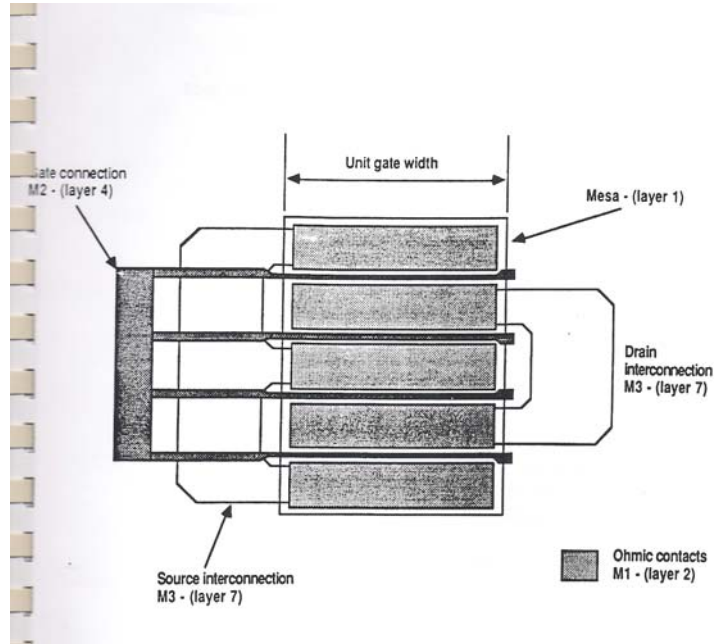

Fig.3. 4 x 75 FET
Structura de bază MESFET este structura cu poartă- π , ca în fig.3. Numarul de benzi ale porții (N) poate fi 1, 2, 4, 6, iar lățimea fiecărei benzi (W) poate varia între $50\mu\text{m}$ și $175\mu\text{m}$, în pași de $1\mu\text{m}$. Eisă umite confiurații standadesemnate prin numul de nzi și ltimea unei benzi. D exemplu, 4 x 75 FET este un FET care are 4 benzi de poart, fiecare avnd o lțme de $75\mu\text{m}$, ceea ce ne dă o lungime periferică totală de $300\mu\text{m}$. Aceste configurații standard sunt folosite ca celule standard în librăria de celule.